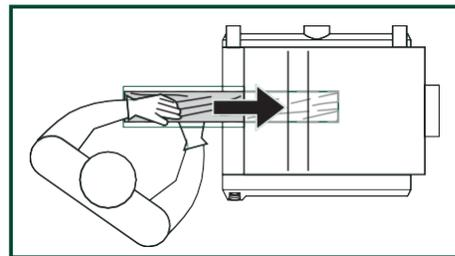

FIG. 38
1. Para alimentar la pieza de trabajo a la máquina, suponga posición de funcionamiento adecuada, la fig. 38. Párese desplazado a un lado de la abertura de alimentación para evitar cualquier retroceso, en caso de que ocurra. No empuje la madera una vez que el rodillo de alimentación se haya enganchado. Deje que el rodillo de alimentación mueva la pieza de trabajo al cepillo a su propio ritmo.